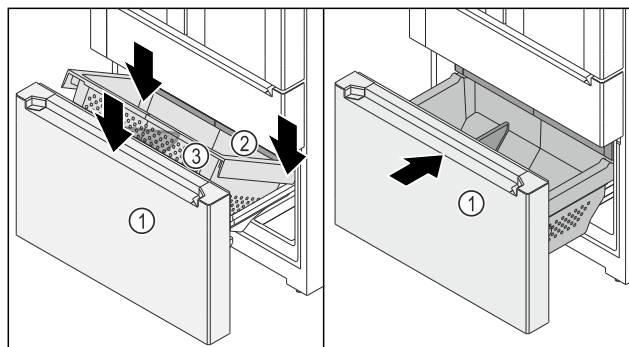

Fig. 150
- ☐ Висувний візок Fig. 150 (1) витягнуто.
- ☐ Висувний ящик Fig. 150 (2) всунуто.
- ▶ Установіть контейнер Fig. 150 (3) ззаду на рейки праворуч і ліворуч.
- ▶ Опустіть контейнер Fig. 150 (3) спереду так, щоб контейнер Fig. 150 (3) охоплював рейки праворуч і ліворуч.
- ▶ Всуňte висувний візок Fig. 150 (1).